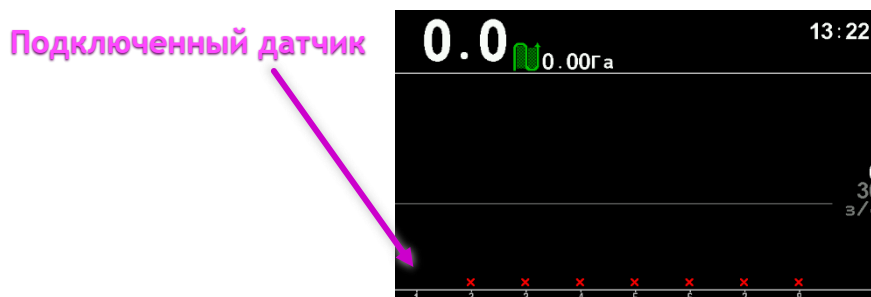

РИСУНОК 30
3. Находясь на главном экране (см. «Рисунок 30») нужно открыть главное меню нажатием кнопки  «Меню».